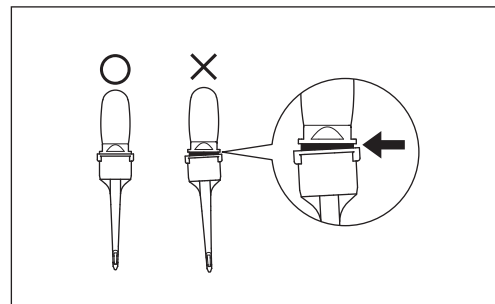

図31
- ・図31を参照し、ノズルチップを奥までしっかりとノズルに取り付けてください。しっかり取り付けられていない場合、ノズルチップが脱落し、誤飲の原因になります。